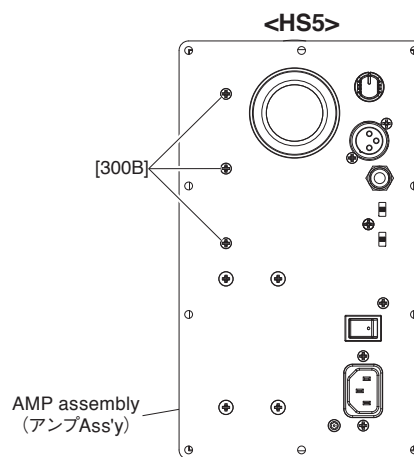

Fig. 5-2 (図5-2)
Remove the three (3) screws marked [300B]. The AMP circuit board can then be removed together with the heatsink 5B. (Fig. 5-2)
[300B] のネジ 3 本を外し、ヒートシンク 5B と共に AMP シートを取り外します。(図 5-2)